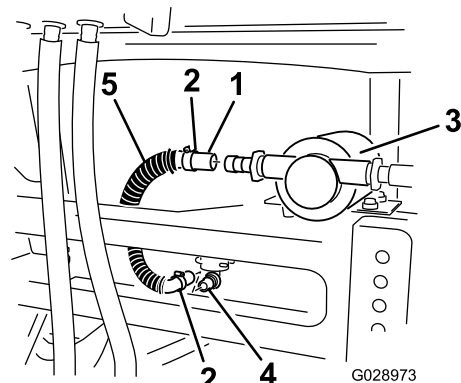

Bild 27
2. Befestigen Sie ein Schlauchende am 90°-Anschlussstück am Boden des Spülbehälters (Bild 27).